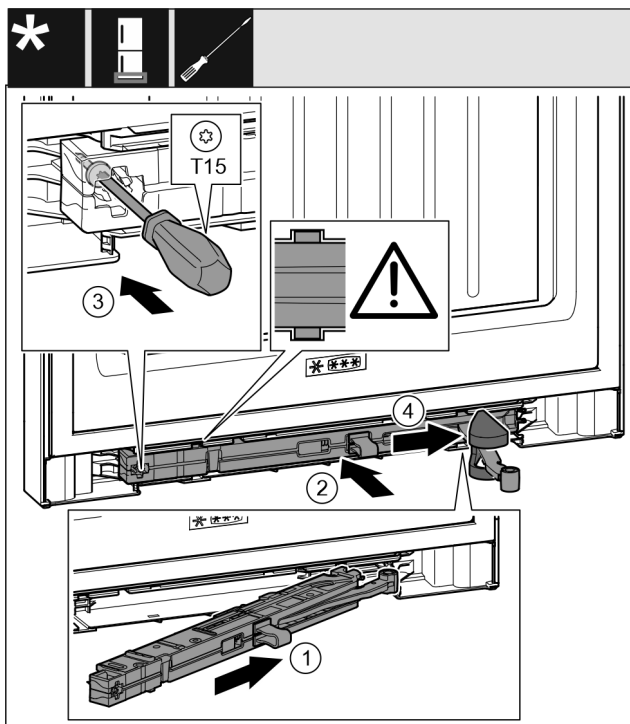

Fig. 37
- ▶ Вкарайте блока на затварящия демпфер от страната на лагерната стойка докрай под ъгъл в отвора. Fig. 37 (1)
- ▶ Вкарайте изцяло блока на затварящия демпфер в отвора. Fig. 37 (2)
- ▶ Затегнете винта с отвертка T15. Fig. 37 (3)
- ▶ Вкарайте капачката върху шарнира. Fig. 37 (4)